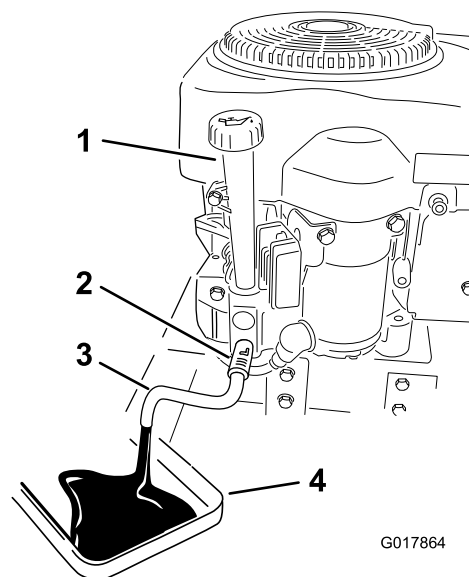

Figura 31
4. Limpe a área em torno da válvula de drenagem e na estrutura da máquina. Localize o tubo de drenagem do óleo e faça-o deslizar para cima da válvula de drenagem (Figura 31).
6. Coloque um recipiente sob a máquina directamente por baixo do tubo de drenagem, conforme indicado em (Figura 31).
7. Rode a válvula de drenagem 1/4 no sentido contrário aos dos ponteiros do relógio para abrir e deixar o óleo drenar. Remova a tampa/vareta (Figura 31).
10. Coloque lentamente cerca de 80% da quantidade de óleo especificada no orifício de enchimento (Figura 31). Verifique o nível de óleo; consulte a secção Verificação do nível do óleo.